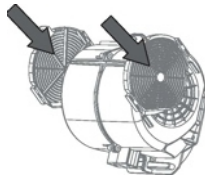
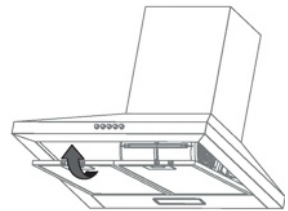

fig.16
fig.17
3. Instale el filtro de carbón como se muestra en la fig. 16 e instale las rejillas de aluminio (fig. 17).